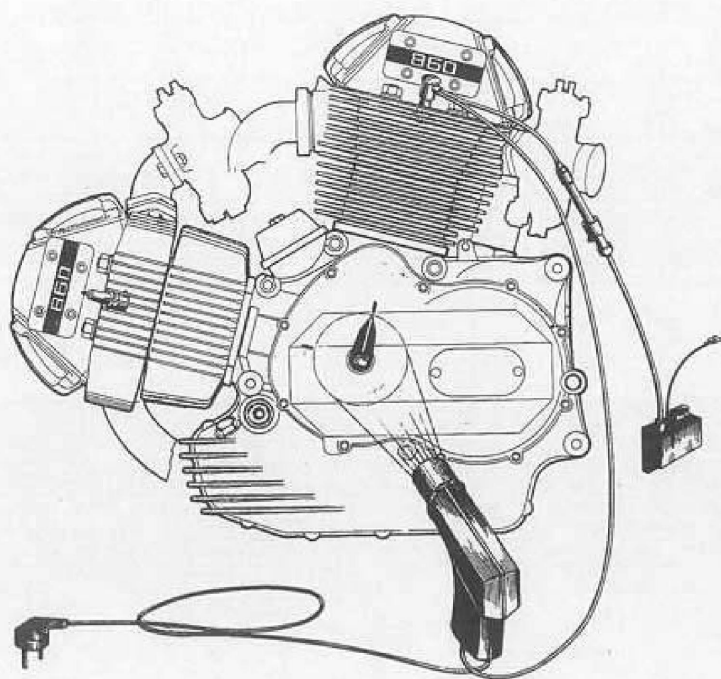

Fig. 130
- 1) Montare l'apposito indice 88713.0116 sull'asse dell'albero motore, lato frizione, previo smontaggio del tappo (vedi fig. 130).
- 3) Avviare il motore e portarlo ad un regime di circa 3000 giri/1' e orientare la luce stroboscopica sul riferimento (I) del cilindro in esame, posto sul coperchio lato frizione.
- 4) La luce stroboscopica deve illuminare l'indice perfettamente allineato al riferimento (I). Se non risulta allineato procedere alla registrazione ruotando la piastra statore del generatore di accensione: **per anticipare ruotare in senso antiorario; per ritardare ruotare in senso orario.**
- 1) Fit the advance checking indicator 88713.0116 on the clutch side, after removing the plug (see fig. 130).
- 3) Start the engine until attaining about 3,000 r.p.m. and direct the stroboscopic light on the reference mark (I) of the cylinder in question, placed on the cover, clutch side.
- 4) The stroboscopic light must light up the phasing indicator perfectly aligned with the reference mark (I). If it is not, adjust the coil ignition rotating the stator base of the ignition generator: **to advance rotate anticlockwise; to retard rotate clockwise.**